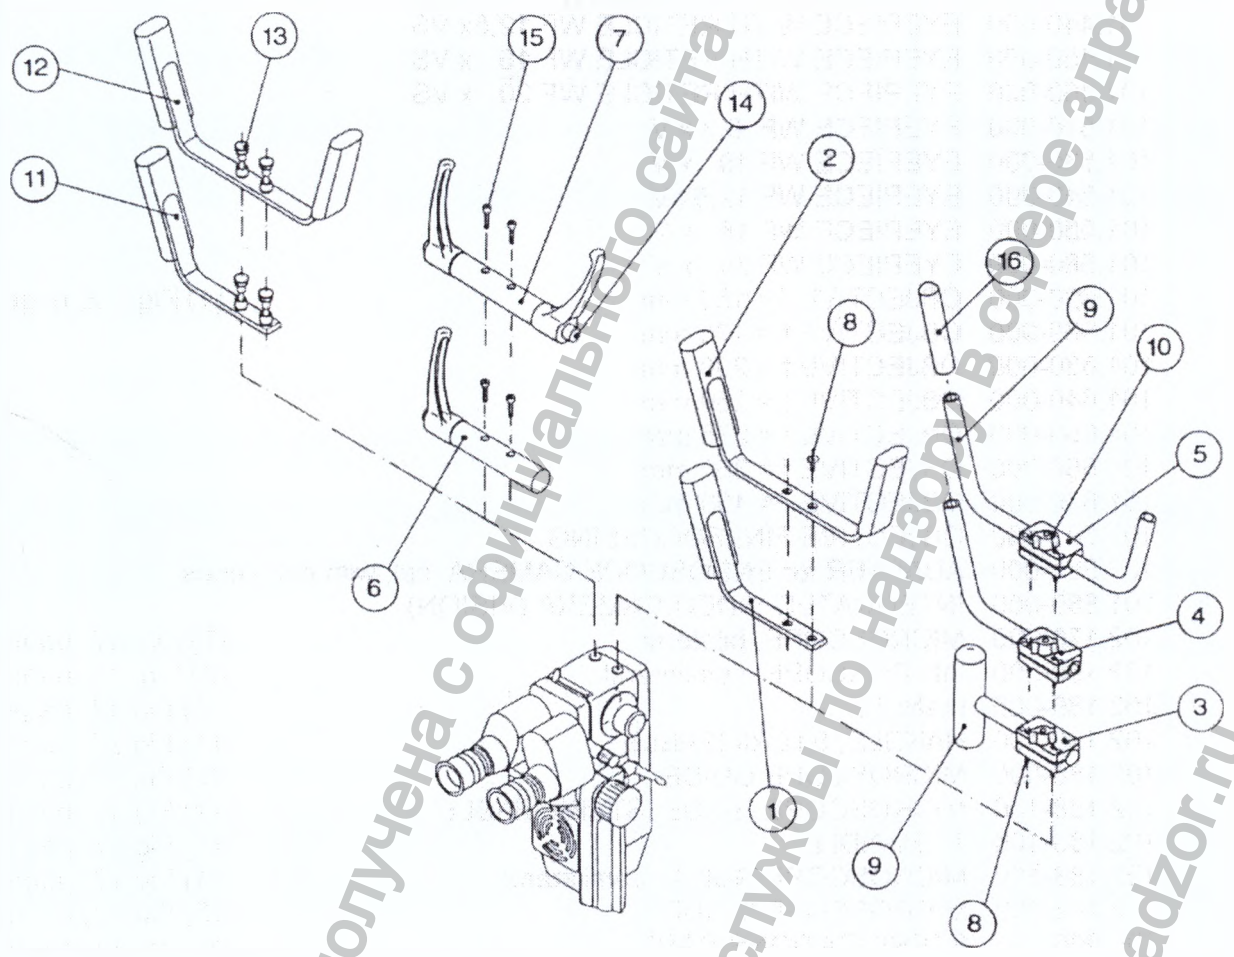

Рис. 17
102. 179-000 Микроскоп, билатеральный	(7) Рис. 17
102. 180-000 Микроскоп, семилатеральный	(6) Рис. 17
102.179-000 Ручка	(1) Рис. 17
102.186-100 Ручка, стерилизуемая	(11) Рис. 17
102.188-000 Направляющая микроскопа	(2) Рис. 17
102.188-100 Направляющая микроскопа, стерилизуемая	(12) Рис. 17
102.185-100 Т-ручка	(3) Рис. 17
102.183-100 Направляющая микроскопа, семилатеральная	(4) Рис. 17
102.182-100 Направляющая микроскопа	(5) Рис. 17
700.806 Стерилизуемые колпачки	(16) Рис. 17
Ручка 102.186-100 и направляющая микроскопа 102.188-100 (см. пункт 19.0 Ручки и направляющие микроскопа (Рис. 17)) также стерилизуются жаром (в автоклаве).